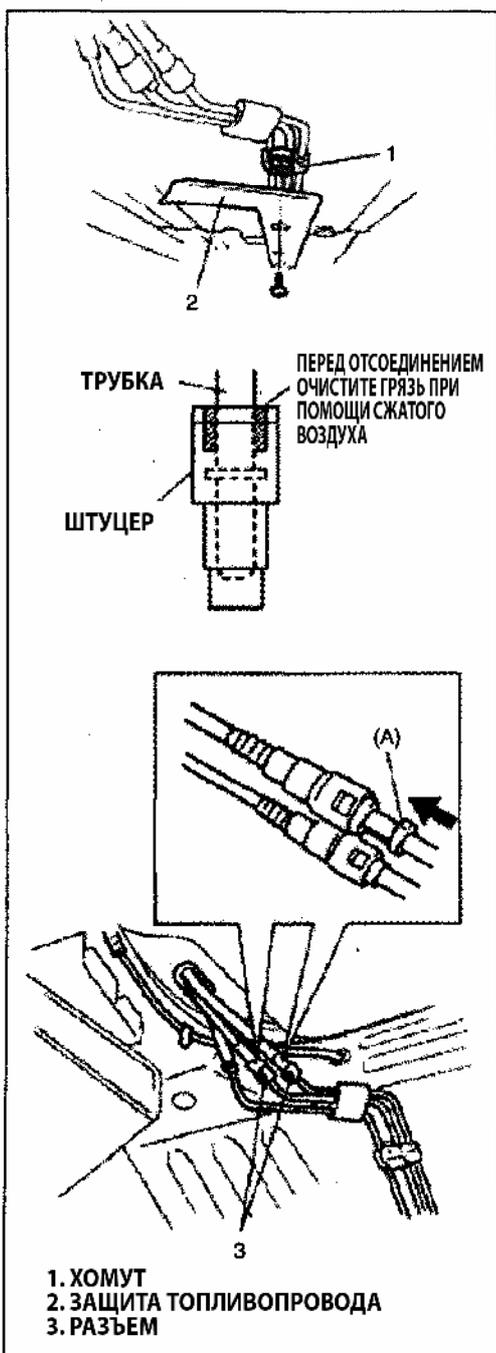

Рис. 326
- 5) Отсоедините топливные шланги с обеих сторон топливной трубки. Процедура разборки разъема показана на рисунке (Рис. 326):